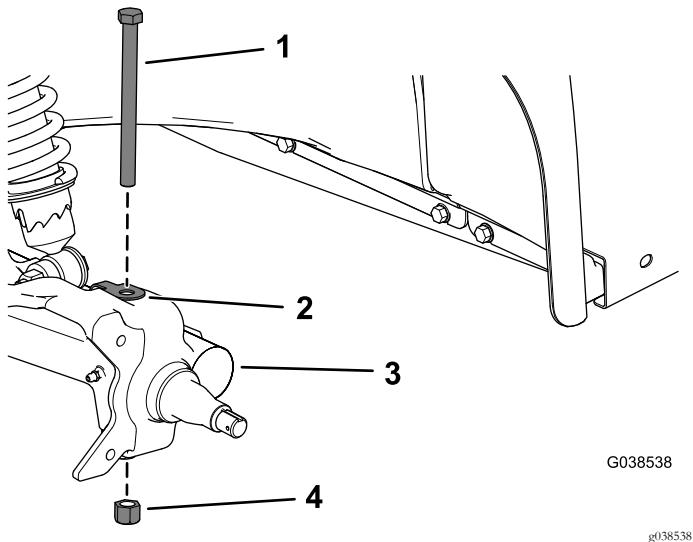

Figure 9
- Retirez le boulon à tête hexagonale (1/2" x 6"), le clip et le contre-écrou (1/2") du bras de suspension et déposez la fusée (Figure 9).
- Fixez la fusée au bras de suspension à l'aide du boulon à tête hexagonale (1/2" x 6"), du clip et du contre-écrou (1/2"), comme montré à la Figure 9.